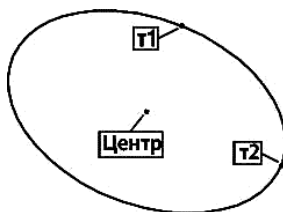

Рис. 2.25. Эллипс по центру и размерам полуосей
– задать конечную точку полуоси **t1** (рис. 2.25);